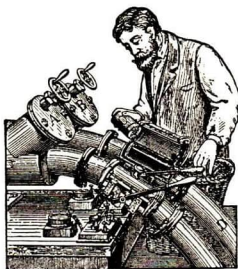

Abb. 153. Rohrpost
**3. Druckluft** findet auch Verwendung beim Betrieb der pneumatischen oder **Rohrpost** (Abb. 153).